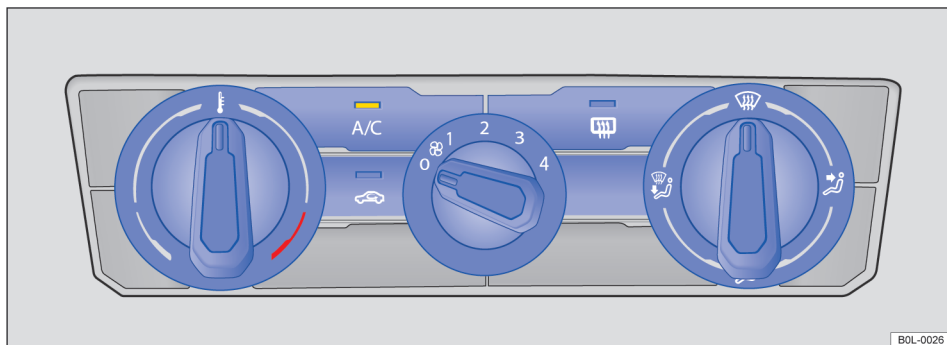

图 79 中控台上部：半自动空调系统操作机构
- 转动左侧温度调节器 → 图 79。
- 转动中间鼓风机调节旋钮 → 图 79。
- 将右侧气流分配调节器转动到位置 🌨 → 图 79。
- 将气流分配调节器 → 图 79 旋至位置 .
- 将鼓风机调节旋钮 → 图 79 旋至 3 档。如发动机已达到最佳工作温度, 可适度降低鼓风机转速。
- 将温度调节旋钮 → 图 79 右旋到止位。
- 按需要, 调节温度调节旋钮 → 图 79, 设定合适温度。
- 将鼓风机转速调节旋钮 → 图 79 旋至 2 或 3 档。
- 将空气分配旋钮 → 图 79 旋至  档。